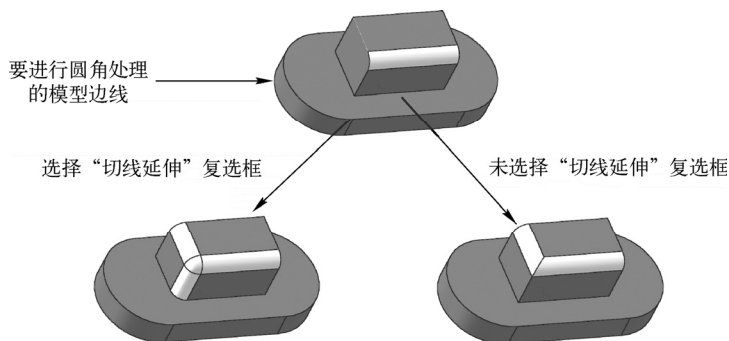

图 6-4 切线延伸效果
6) 如果选择“切线延伸”复选框, 则圆角将延伸到与所选面或边线相切的所有面, 切线延伸效果如图 6-4 所示。